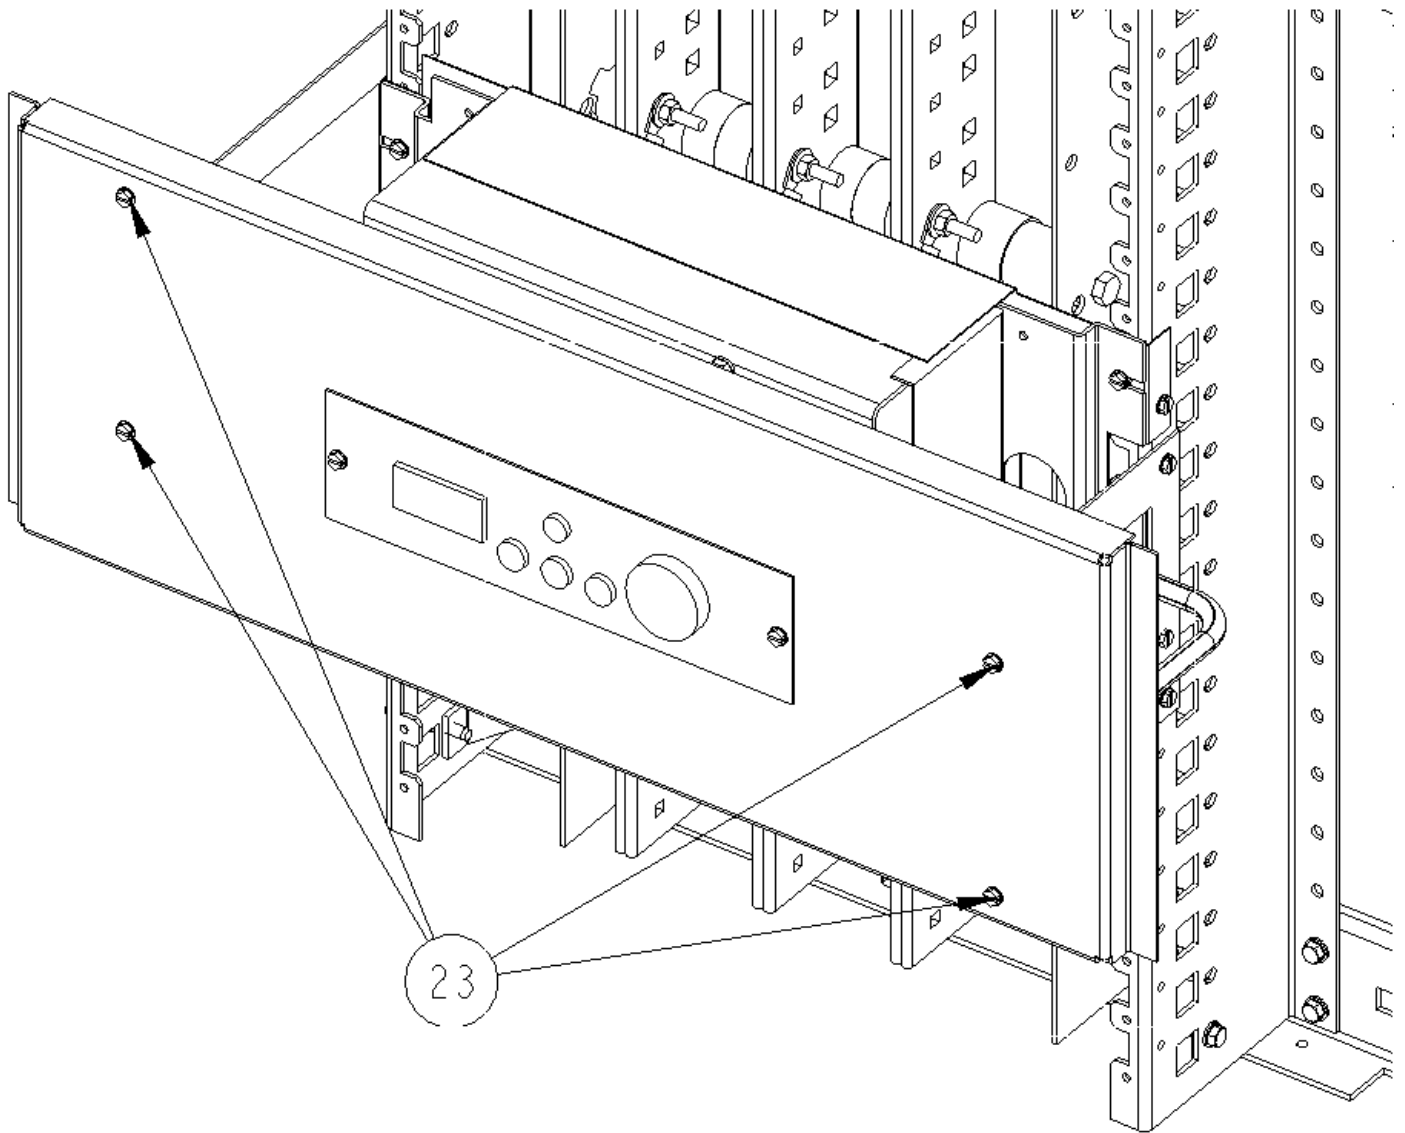

Figure 14. Montage de l'assemblage de la plaque d'obturation sur les supports.
9. **Installer l'assemblage de la plaque d'obturation.** Brancher le harnais du câble dans le TVSS et le panneau du moniteur. Monter l'assemblage de la plaque d'obturation aux supports de l'obturateur, comme montré à la Figure 14. Fixer avec quatre vis autotaraudeuses 10-32 x 7/16" [23] et serrer à 22 po.-lb.